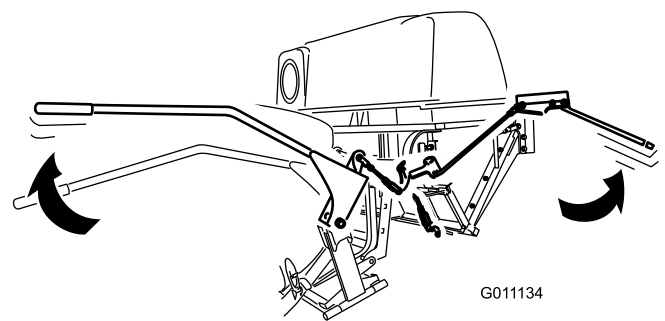

Bild 33
3. Drücken Sie den Griff nach unten, um die Klappe zu schließen (Bild 33).